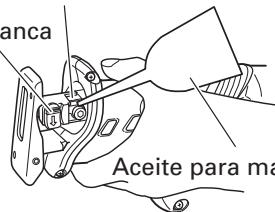

Fig. 9
- (2) Tal como se muestra en la Fig. 9, lubrique peri dicamente alrededor del sujetador de la hoja con lubricante para cuchillas.